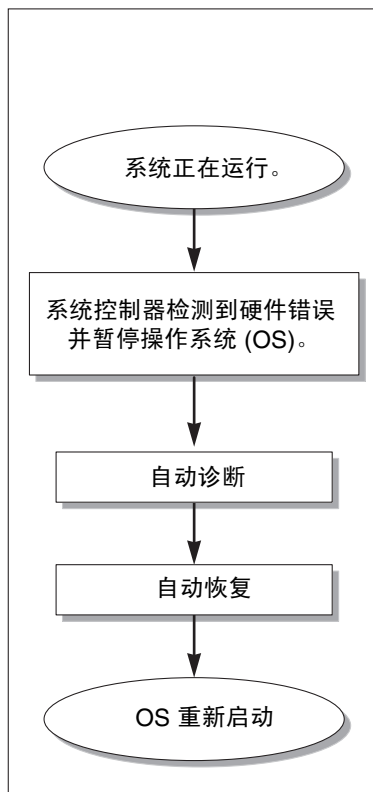

图 7-1 自动诊断与恢复过程
如图 7-1 所示，系统控制器根据发生的硬件错误类型和设置的诊断控制选项来执行某些诊断和恢复步骤。固件具有 *自动诊断* (AD) 引擎，该引擎用于检测并诊断影响系统可用性的硬件错误。
下面的摘要描述了图 7-1 中所示的过程：